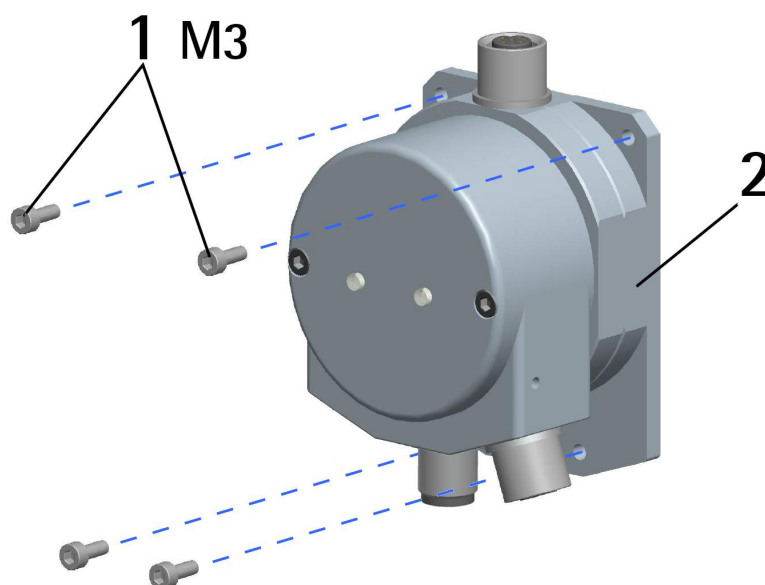

Figura 2
3.2 Installazione su pannello (Figura 2)